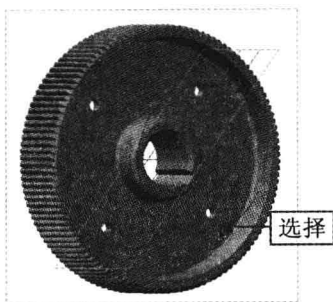

图 9-56 选择合适的边线
Step 04 弹出“造型:下降曲线”选项卡,按住【Ctrl】键的同时,在模型上选择曲线,如图 9-56 所示。